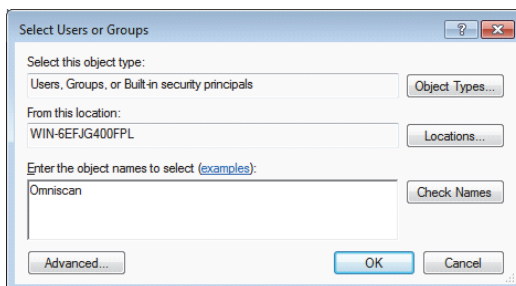

Рис. 7-32 Окно Выбор: Пользователи или группы (Windows 7)
11. В диалоговом окне **Select Users or Groups** (Выбор: Пользователи или группы) щелкните на кнопке **Locations** [Размещение] (см. Рис. 7-32 на стр. 225).
13. В диалоговом окне **Enter the object names to select** (Выбор: Пользователи или группы) в текстовом поле **Select Users or Groups** (Введите имена объектов) введите **Omniscan** (см. Рис. 7-32 на стр. 225) и нажмите **ОК**.